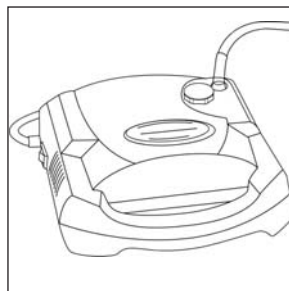

Figure 2
3. Placer le compresseur de manière à ce que les pieds en caoutchouc reposent sur une surface stable et plate (**Figure 2**) afin de faciliter l'accès aux commandes en position assise. Ne jamais bloquer les orifices à air du produit ou le placer sur une surface molle, comme sur les genoux du patient, un lit ou un canapé, où les orifices à air pourraient être obstrués.
6. Brancher l'une des extrémités du tube du nébuliseur dans le connecteur d'admission d'air **Figure 2**.